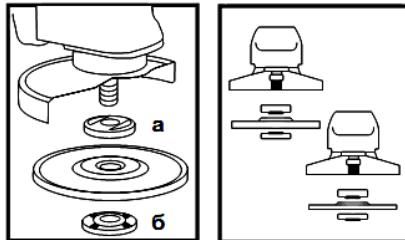

Рисунок 2
5.4 Встановіть на виріб шліфувальний або відрізний круг. Для цього натисніть на кнопку фіксації шпинделя (1) і проверніть шпиндель до такого положення, при якому він зафіксується.
За допомогою вилочного ключа з комплекту виробу відверніть і зніміть затискну гайку (6) (дивіться рисунок 2). Встановіть шліфувальний диск на посадкове місце фланцевої шайби (a) (рисунок 2), наживіть рукою затискну гайку на шпиндель і затягніть її ключем з комплекту виробу.